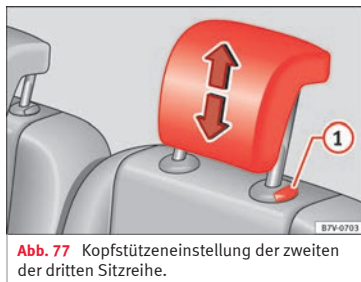

Abb. 77 Kopfstützeinstellung der zweiten der dritten Sitzreihe.
- Die Kopfstütze in Pfeilrichtung nach oben oder unten schieben »» **Abb. 76** oder »» **Abb. 77** ① durch Knopfdruck verstellen »» ⚠.